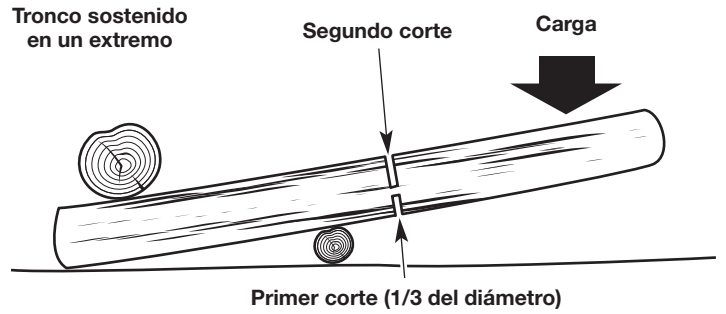

Fig. 29
- Si el tronco está sostenido en un extremo (Fig. 29), haga el primer corte desde el lado de abajo (tronzado desde abajo). Consulte *Tronzado desde abajo*.